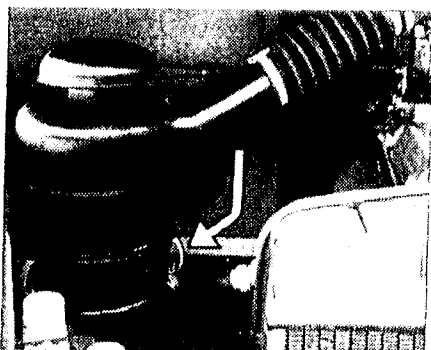

Abb. 33
3. Der Ölstand im **Ölbadluftfilter** ist alle 2000 km zu kontrollieren und evtl. zu ergänzen. Hierzu den Ölbehälter des Filters abnehmen. (Abb. 33)
4. Den **Ölbadluftfilter** alle 8000 km abbauen, in Kraftstoff reinigen und neu mit Motoröl bis zur Markierung befüllen. (Abb. 33)